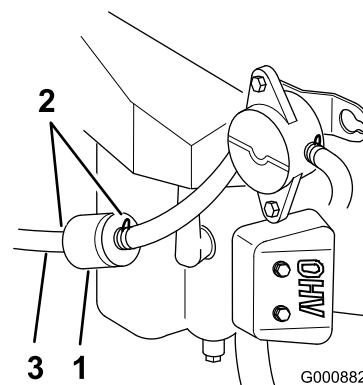

Figura 37
5. Afloje la abrazadera cerca del filtro de combustible y deslícela por el tubo, alejándola del filtro de combustible (Figura 37).
6. Retire el tubo de combustible del filtro (Figura 37).
4. Apriete los extremos de las abrazaderas y deslícelas por el tubo alejándolas del filtro (Figura 37).
6. Instale un filtro nuevo y acerque las abrazaderas al filtro (Figura 37).